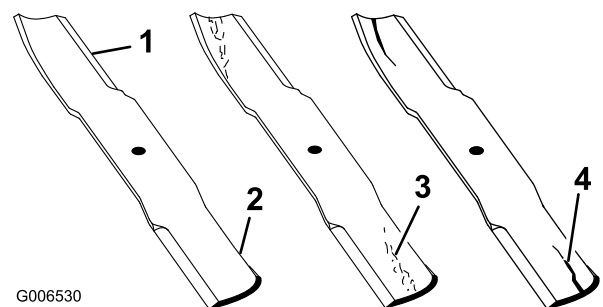

Figura 53
1. Inspeccione los filos de corte (Figura 53). Si los bordes no están afilados o tienen muescas, retire las cuchillas y afílelas. Consulte Afilado de las cuchillas.
2. Inspeccione las cuchillas, especialmente la parte curva (Figura 53). Si observa daños, desgaste o la formación de una ranura en esta zona (elemento 3. en la Figura 53), instale de inmediato una cuchilla nueva.